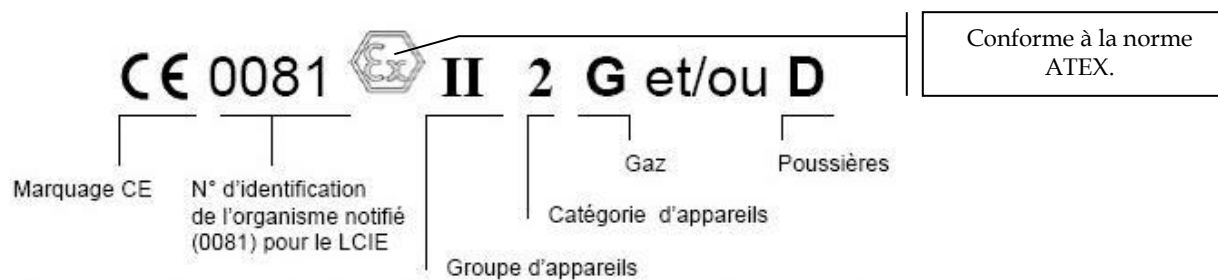

Figure 2 : Marquage normalisé ATEX
* Le marquage ATEX est de la forme (Figure 2) :
- Appareil non électrique (Figure 2).